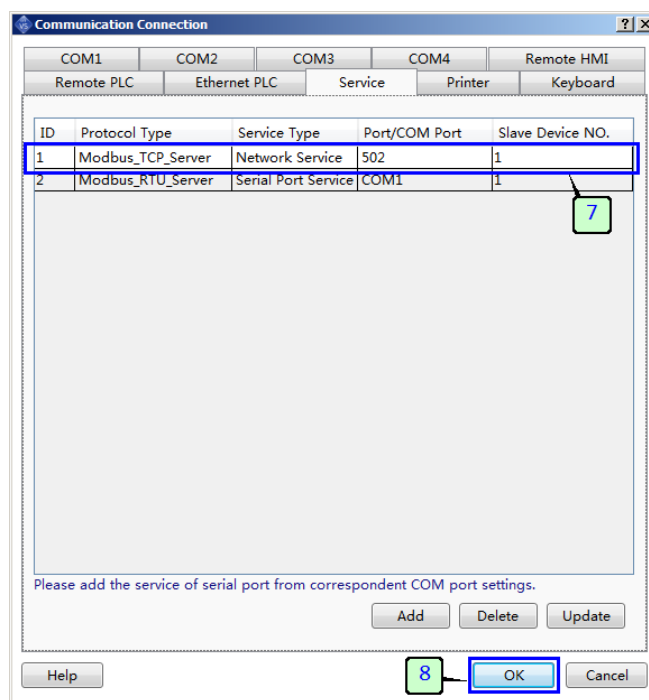

Рисунок 99 - Отображение созданного сервиса
7. В окне настроек должна появиться новая строка, соответствующая созданному сервису (рисунок 99).